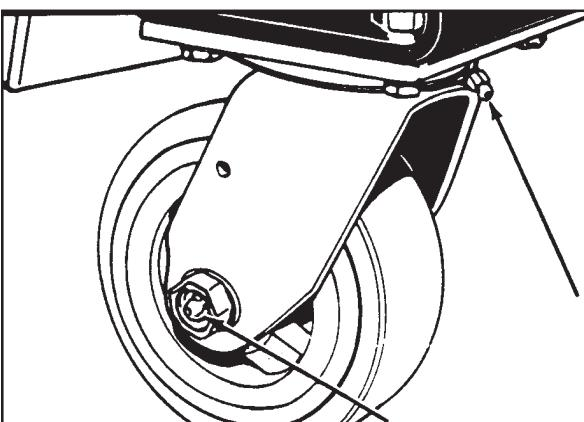

Figure 14
4. Use a grease gun to lubricate the casters. See figure 14.
4. Utilisez un pistolet-graisseur pour lubrifier les roulettes. Cf. figure 14.